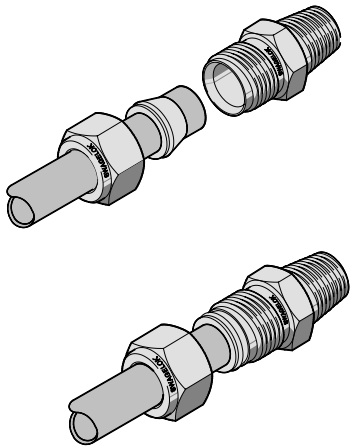

Fig. 6 Instalación del conjunto predeformado en el racor
13. Instale el conjunto predeformado en el cuerpo del racor. Rosque y apriete la tuerca a mano. Ver Fig. 6.